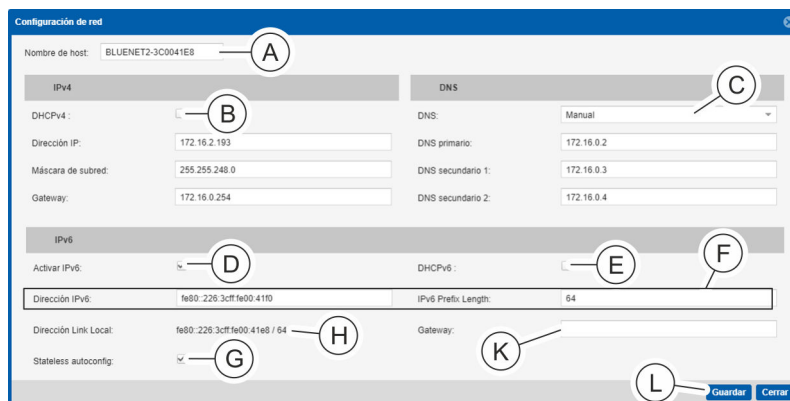

Fig. 138: Ventana "Configuración de red"
2. ➔ En la ventana "Configuración de red" cambie el nombre de host en caso necesario (Fig. 138/Ⓐ).
3. ➔ En el campo "IPv4", marque la casilla de verificación "DHCPv4" (Fig. 138/Ⓐ).
En el campo "DNS" (Fig. 138/Ⓒ), seleccione el parámetro "Priorizar DHCPv4" o "Priorizar DHCPv6".
5. ➔ En el campo "IPv6", haga clic en la casilla de verificación "Activar IPv6" (Fig. 138/Ⓒ) en caso necesario. Cuando "IPv6" está activado, se aplica automáticamente una dirección de enlace local "Dirección Link Local" (Fig. 138/Ⓕ) a la PDU.
6. Si la casilla de verificación "Activar IPv6" está marcada, puede ser necesario marcar la casilla de verificación "DHCPv6" (Fig. 138/ⓐ).
Como alternativa, puede no marcar la casilla de verificación "DHCPv6" e introducir manualmente la dirección IPv6 e IPv6 Prefix Length (Fig. 138/ⓔ).
7. En caso necesario, introduzca en el campo "IPv6" una puerta de enlace (Fig. 138/ⓐ).
8. En caso necesario, marque en el campo "IPv6" la casilla de verificación "Stateless autoconfig" (Fig. 138/ⓔ).
9. Confirme la introducción con el botón "Guardar" (Fig. 138/ⓔ).